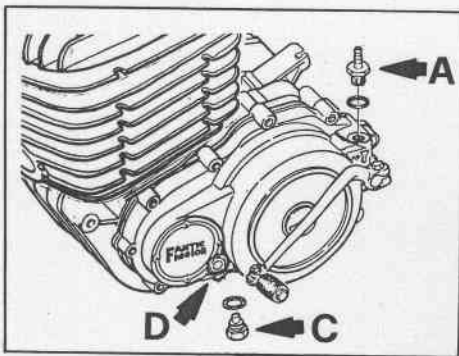

Fig. 11 - Sostituzione olio cambio.
- togliere il tappo di carico dell'olio posto sulla parte superiore sinistra del motore (A Fig. 11);
- svitare la vite di scarico olio posta sotto il motore (C Fig. 11);
- versare dal tappo di carico (Fig. 11) 500 cc di olio cambio **CASTROL HYPOY 80W80**. Per sapere l'esatta quantità di olio da versare se non disponete di un contenitore graduato, controllare l'oblò (D Fig. 11), fino a quando l'olio non abbia raggiunto il livello massimo;